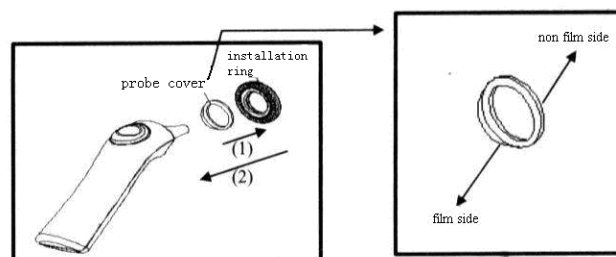

Abbildung 6.19
4. Methode der Installation der Sonden Abdeckungen: (1) stellen die Nicht-Folien- Seite der Sonden Abdeckung in die Nut des Installationsrings; (2) Richten Sie das Zentrum des Installationsrings und das Zentrum der Sonde, schieben den Installationsring in den Boden ein (siehe Abbildung 6.19).